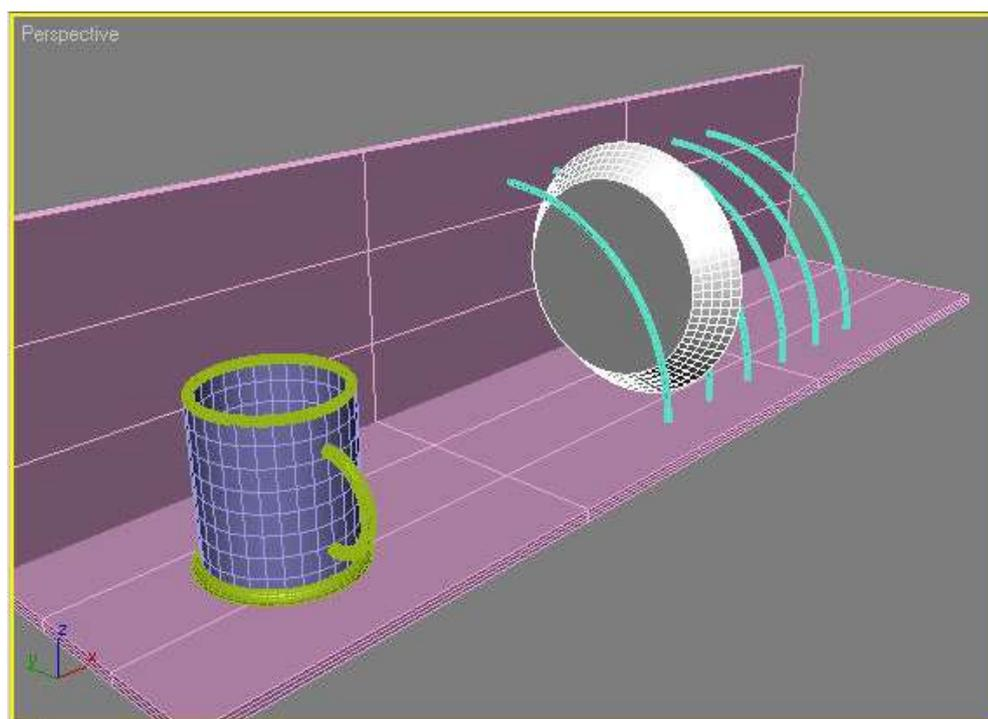

Рис. 19 – Сцена после вставки тарелки в подставку
2. Выровняйте полученный объект относительно полки для посуды так, как показано на рис. 19.